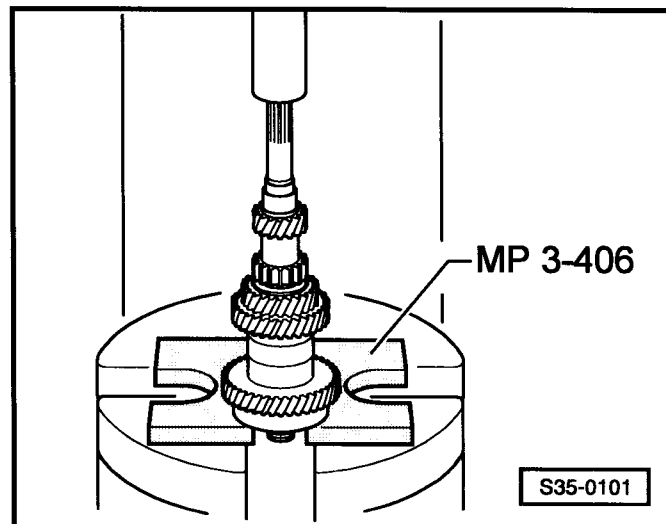

Рис. 3: Выпрессовывание шестерни для 4-ой передачи
- снятие ⇒ рис. 3 в **35-1** страница 3